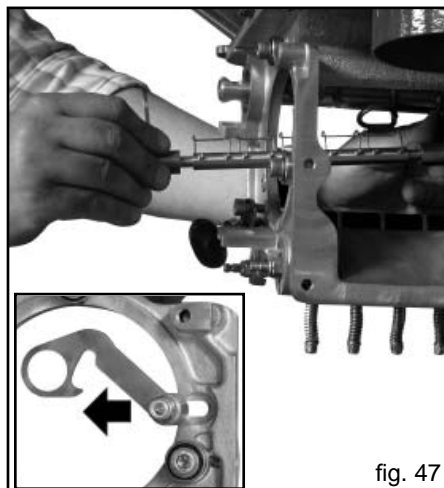

fig. 47
- 4) Reinigungswelle nach vorne ziehen und aus dem Dosiergeraet entnehmen. (Fig. 47).